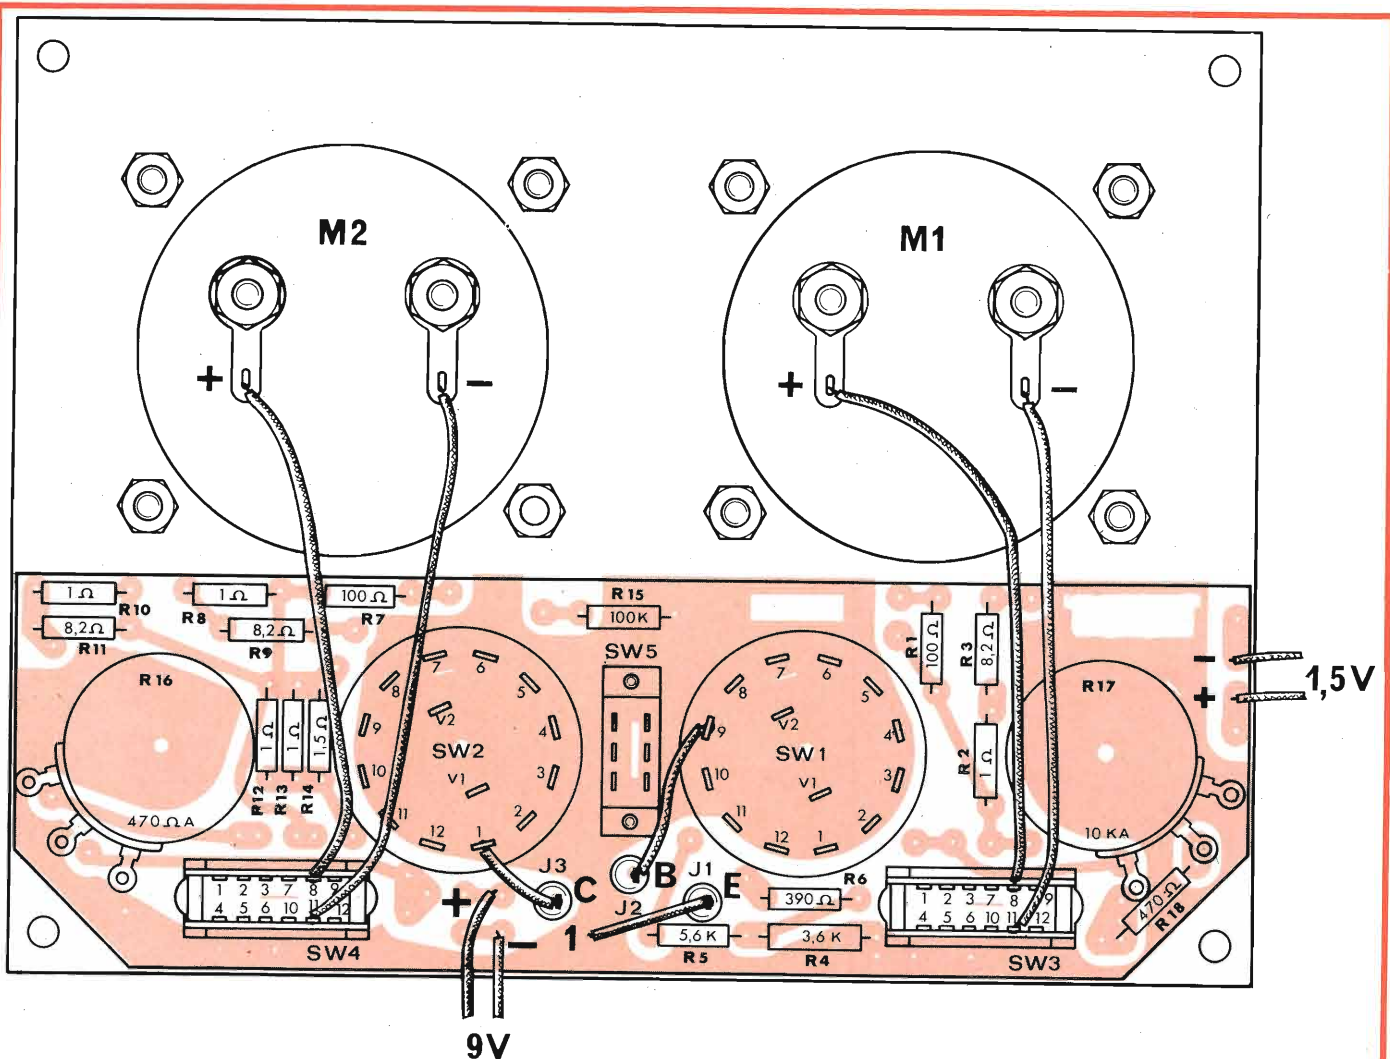

Fig. 6 - Collegamenti degli strumenti M1-M2, delle prese J1-J2-J3 e delle batterie di alimentazione.
**4ª Fase - Cablaggio - fig. 6**